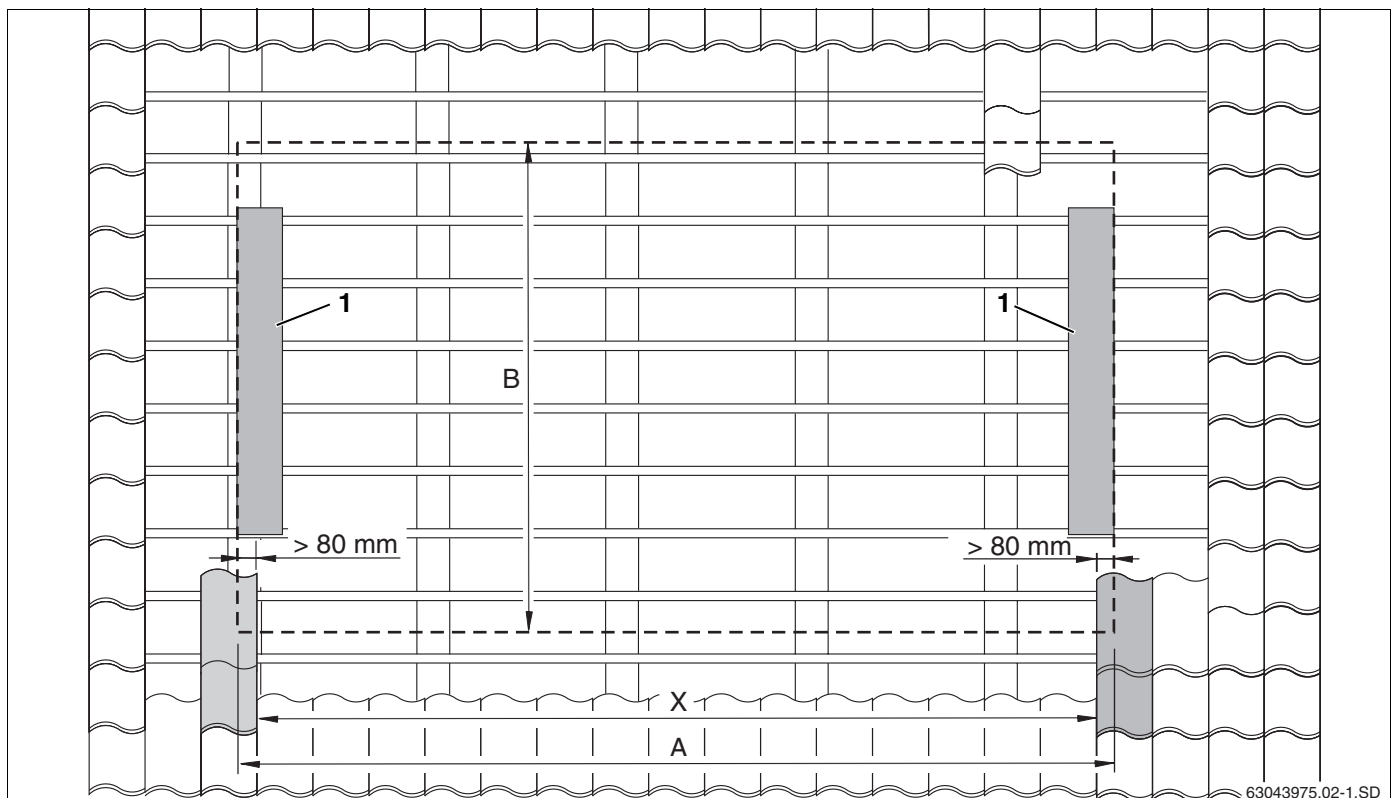

Fig. 8 Determinar a posição exacta do campo de colectores
- Determinar a medida X (distância entre as telhas, que se encontram sobre as chapas de cobertura laterais, fig. 8, **item 1**) sobre o telhado e transferi-la para o telhado.
- Tendo em conta a medida B (fig. 8) determinar a fiada inferior de telhas (fig. 8, **item 2**).